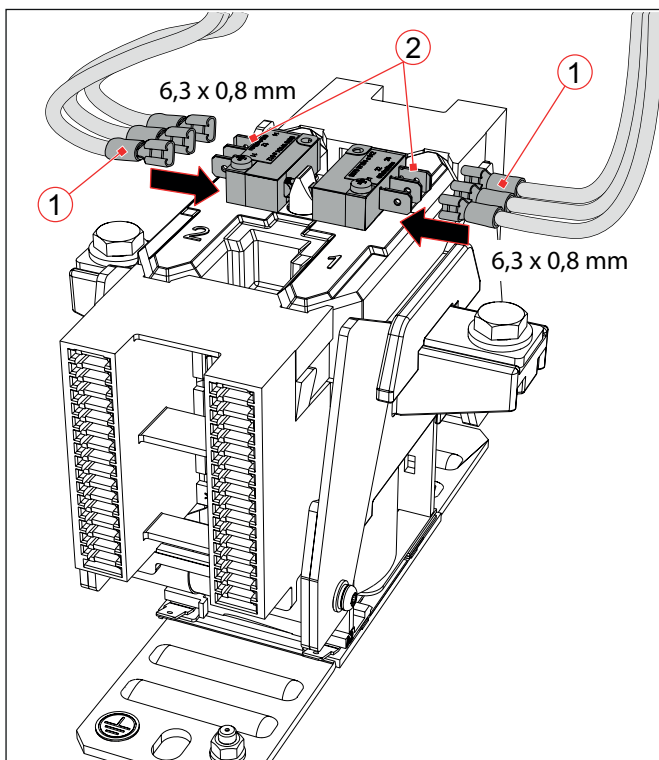
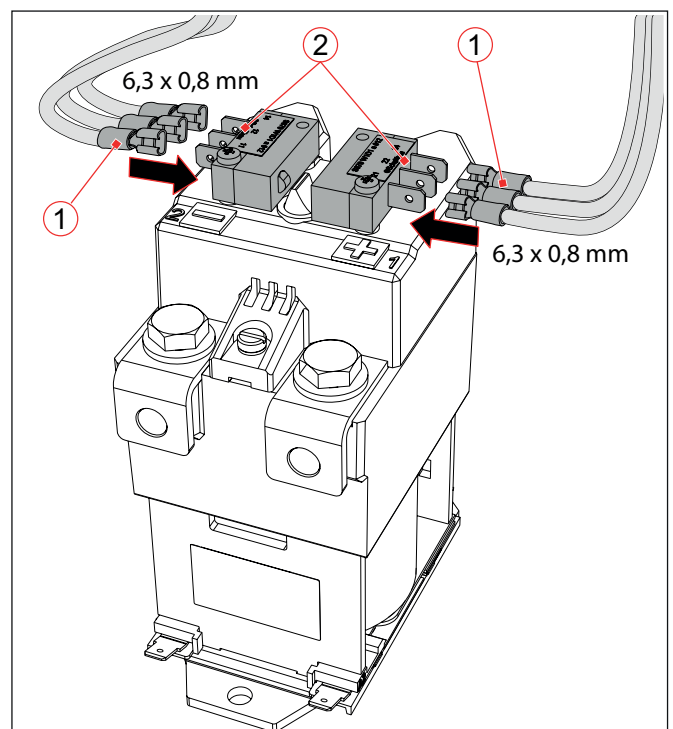

Abb. 18: C195 X/: Hilfskontakte S870 anschließen
Abb. 20: C195 S/, C195 T/: Hilfskontakte S870 anschließen
- ▶ Steuerleitungen und Flachsteckhülsen nur in Steckrichtung bewegen und verlegen, siehe **Abb. 18 bis Abb. 20**.
- ▶ Die vorbereiteten Steuerleitungen mit den Flachsteckhülsen (1) an die Anschlüsse (2) der Hilfskontakte aufstecken.